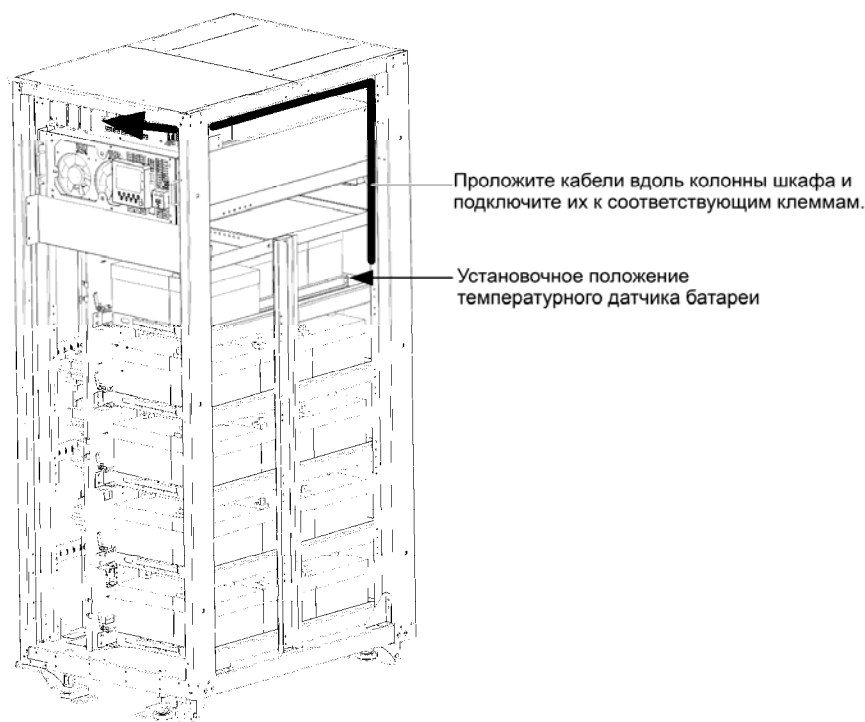

Рисунок 8-8 Монтаж и подключение датчика температуры
4. Снимите правую боковую панель шкафа, поместите датчик температуры на тыльную сторону поддона 1 и затем вставьте плату UF-RS485 в разъем Intellislot 1. Способ установки платы UF-RS485 аналогичен способу установки платы IS-WEBL, который описан вл. 8.2.6 «Плата IS-WEBL». Процедуры монтажа и подключения датчика температуры описаны в Рисунок 8-8 .
5. Прокладывайте кабели в порядке, показанном на Рисунок 8-8. Во избежание электромагнитных помех эти кабели необходимо прокладывать отдельно от силовых кабелей.